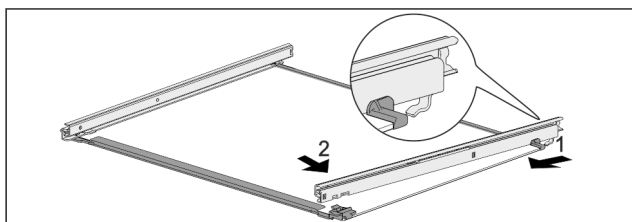

Fig. 194 Glasplatte mit Schienen
- ▶ Schiene hinten einhaken. Fig. 194 (1)
- ▶ Schiene vorne einrasten. Fig. 194 (2)